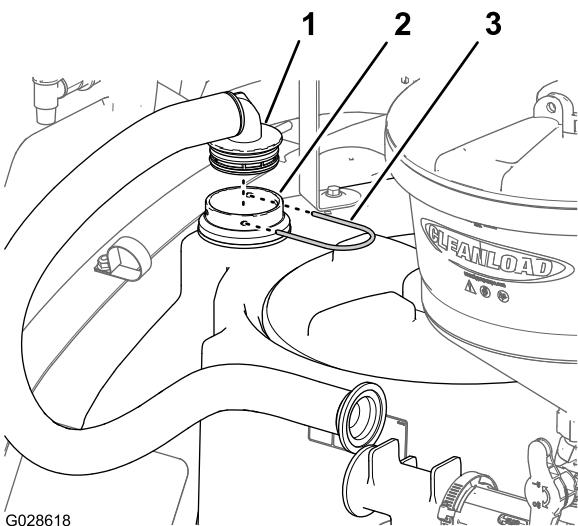

Figure 23
1. Insérez le raccord cannelé à 90° du flexible dans le raccord de traversée (Figure 23) que vous avez monté à l'opération 2 de Montage du raccord de traversée (page 11).
2. Fixez le raccord à 90° au raccord de traversée à l'aide de l'étrier de fixation (Figure 23).